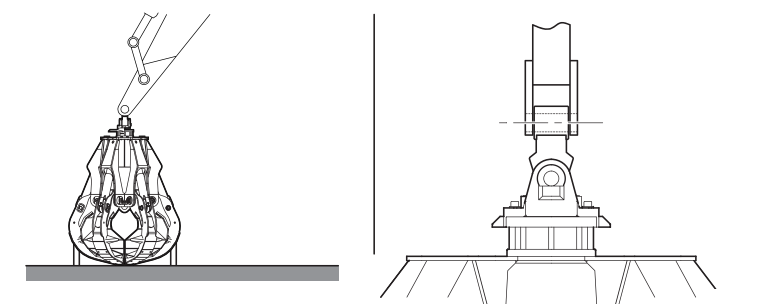

Рис. 5
2. Совместите отверстие соединителя оборудования с отверстием рукояти и выключите машину (рис. 5).